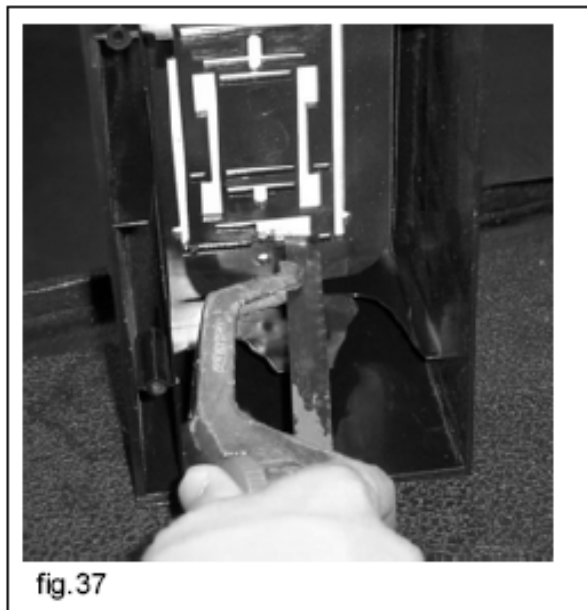

fig. 37
- отрежьте ножовкой пластиковые дверные соединения (рис. 37)